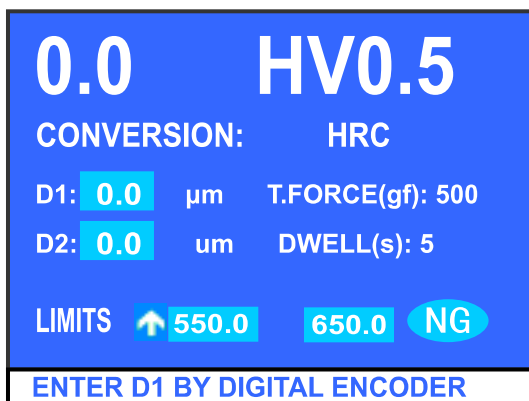

图 5-4a 等待输入 D1
8. 在完成测试后，系统的显示如图 5-4a 所示。此时，系统在等待你测量并输入对角线测量读数。
8. 在完成测试后，转台自动把 40×物镜回转到工作位置，系统的显示如图 5-4a 所示。此时，系统在等待你测量并输入对角线测量读数。